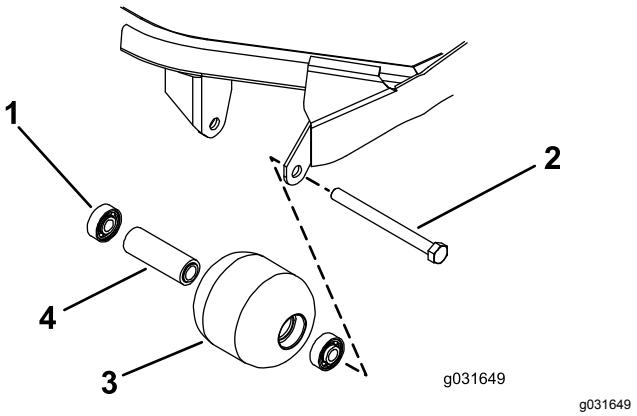

Рисунок 73
- Снимите болт крепления валика (Рисунок 73).
- Осмотрите корпус, подшипники и распорную втулку подшипника валика на наличие повреждений (Рисунок 73).
- Нажимая только на наружное кольцо или с одинаковым усилием на внутреннее и наружное кольцо, запрессуйте первый подшипник в корпус валика (Рисунок 73).
- Вставьте втулку подшипника (Рисунок 73).
- Нажимая только на наружное кольцо или с одинаковым усилием на внутреннее и наружное кольцо, запрессуйте второй подшипник в корпус валика до его контакта с распорной втулкой (Рисунок 73).